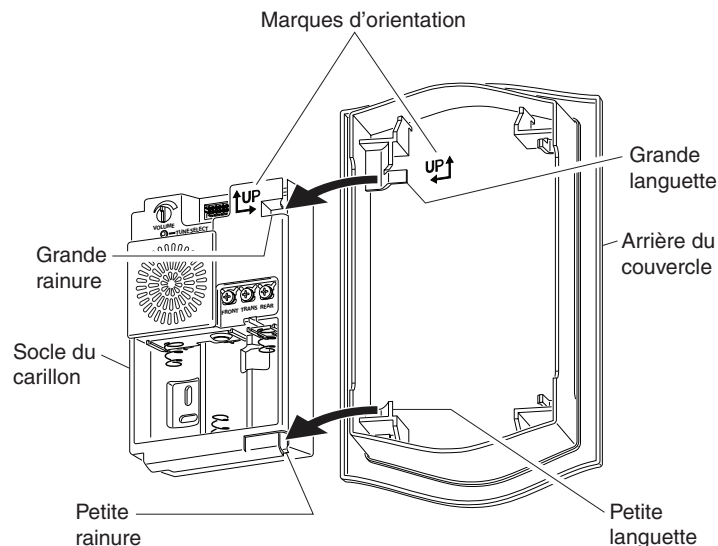

Figure 10
1. Alignez la grande languette du couvercle avec la grande rainure du socle, puis la petite languette avec la petite rainure (voir la Figure 10).
2. Insérez les languettes dans les rainures, puis faites pivoter le couvercle sur le socle (voir la Figure 10). Le couvercle s'enclenchera en place et devrait être à égalité avec le mur, s'il est bien installé.